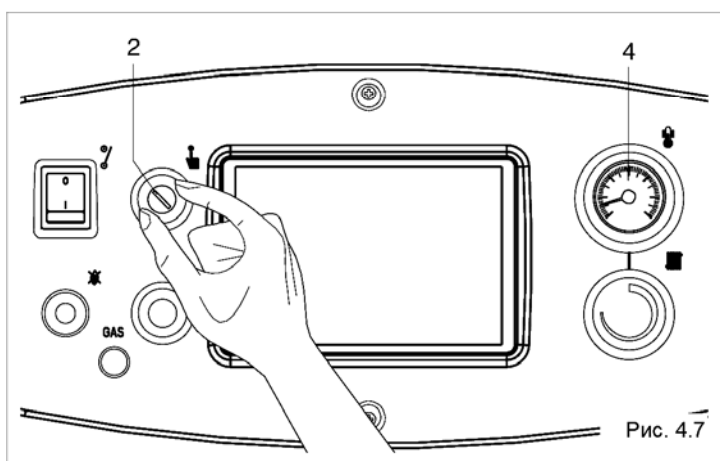

Рис. 4.7
При срабатывании предохранительного термостата котёл останавливается, при этом не загорается никаких световых индикаторов на панели управления. Однако его срабатывание можно обнаружить по термометру котла (4) (Рис. 4.7).
- Снимите колпачок с предохранительного термостата (2, Рис. 4.7)